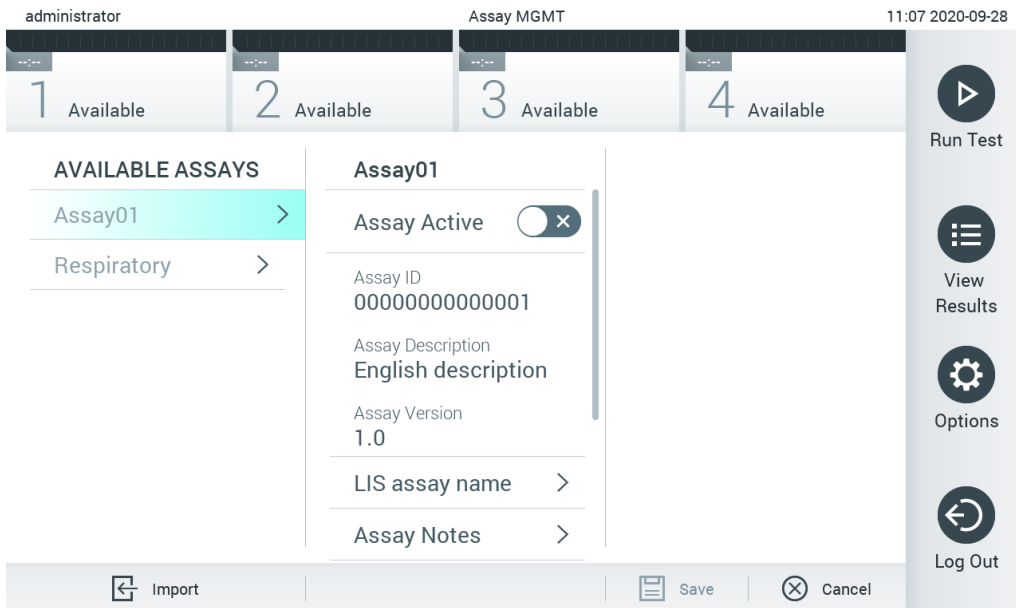

Figura 67. Ecrã Assay Management (Gestão de ensaios).
2. Para importar o(s) novo(s) ensaio(s) para o QIAstat-Dx Analyzer 1.0, prima o botão Options (Opções) e, em seguida, o botão Assay Management (Gestão de ensaios). O ecrã Assay Management (Gestão de ensaios) é apresentado na área de conteúdo do visor (Figura 67).